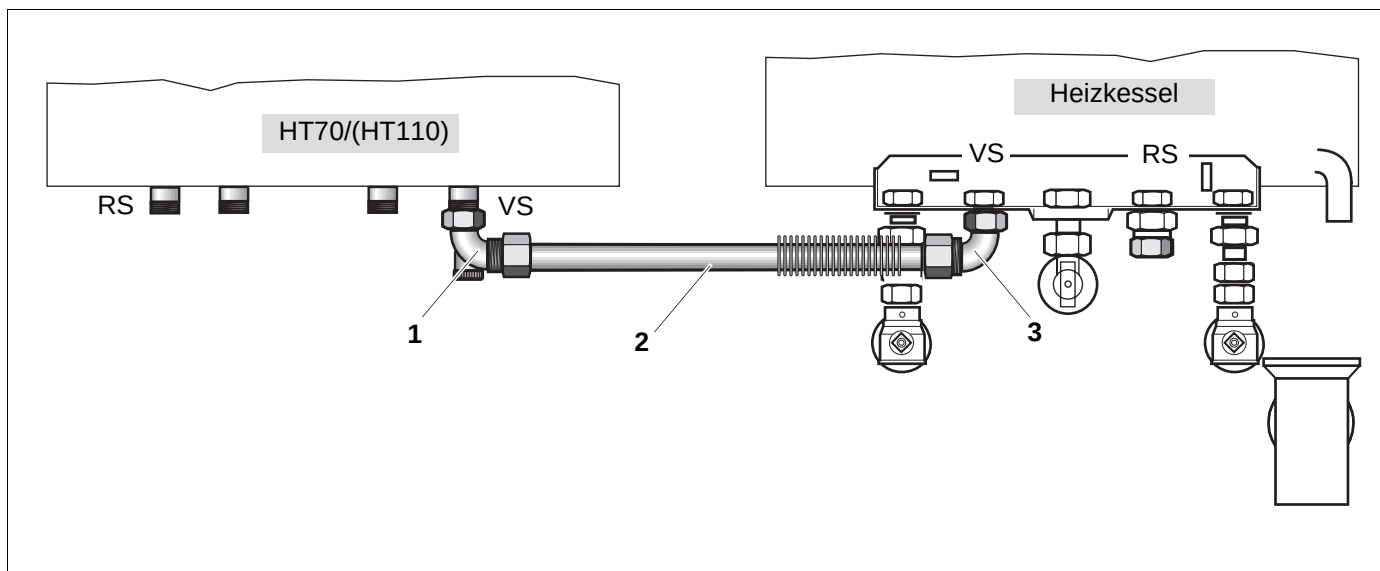

Abb. 6 Verbindungsrohr Speichervorlauf HT70/HT110 **links** (ohne Wärmeschutz dargestellt) **Wellung beachten!**
- Winkelverschraubung mit Stopfen in den Speichervorlauf mit Dichtung anschrauben (Abb. 6, Pos. 1).
- Kurzen Wellenschlauch (Abb. 6, Pos. 2) mit Dichtungen zwischen Anschlusswinkel (Abb. 6, Pos. 3) Speichervorlauf (VS) des Heizkessels und der Winkelverschraubung mit Stopfen (Abb. 6, Pos. 1) des HT70/HT110 anschrauben.